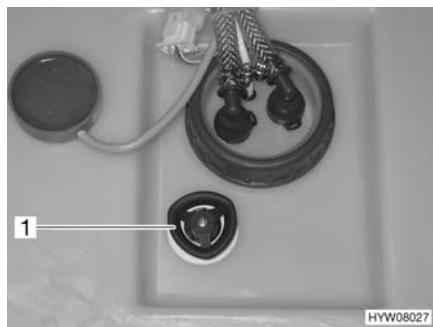

Fig. 157 Maniglia girevole (serbatoio dell'acqua)
Chiusura: ■ Sul serbatoio dell'acqua, ruotare la maniglia girevole (Fig. 157,1) in senso orario fino all'arresto.
Apertura: ■ Sul serbatoio dell'acqua, ruotare la maniglia girevole (Fig. 157,1) in senso antiorario fino all'arresto. L'acqua fuoriesce fino a ca. 20 litri.
- Sul serbatoio dell'acqua ruotare la maniglia girevole (Fig. 157,1) in senso antiorario, oltre la resistenza verso l'esterno fino all'arresto, per aprire completamente l'apertura di scarico.